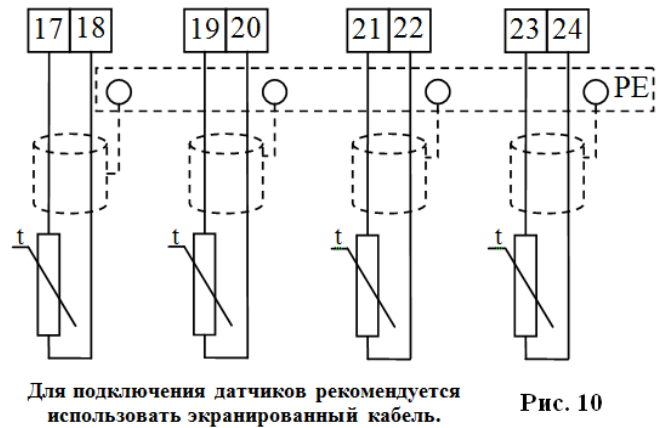

Рис. 10
6.11 Подключение датчиков температуры. См. рис. 10.